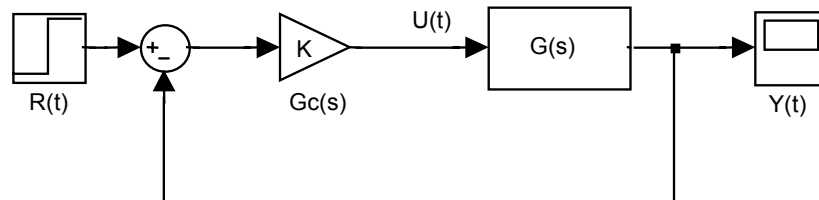

Figura 3. Diagrama de bloques.
- 1.4 Considerando una aproximación para el retardo de la función de transferencia del proceso definida en 1.2, calcular nuevamente la función de transferencia $G(s)$. Considerando el diagrama de bloques del sistema con un sensor ideal (Figura 3), calcular un controlador proporcional para que el sobrenivel máximo sea de un 10%. (1.0 ptos.)